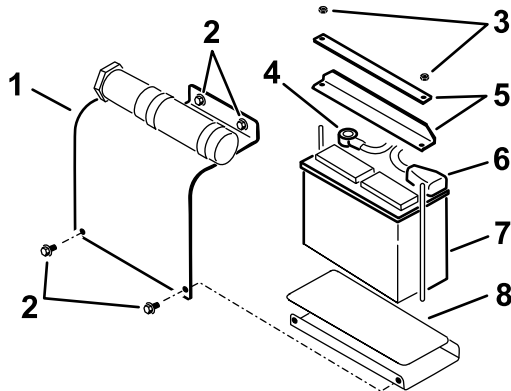

Figure 35
3. Enlevez le couvercle de la batterie (Figure 35)
4. Enlevez les écrous et les barres de fixation de la batterie (Figure 35).
5. Débranchez le câble négatif (noir) de la borne négative (-) de la batterie (Figure 35).
6. Débranchez le câble positif (rouge) de la borne positive (+) de la batterie (Figure 35).
1. Remettez la batterie sur la plateforme (Figure 35).
2. Fixez la batterie au châssis à l'aide des barres et des écrous retirés précédemment (Figure 35).
3. Branchez le câble positif (rouge) de la batterie à la borne positive (rouge) au moyen des fixations retirées précédemment (Figure 35).
5. Branchez le câble négatif de la batterie à la borne négative (noir) au moyen des fixations retirées précédemment (Figure 35).
6. Reposez le couvercle de la batterie (Figure 35).